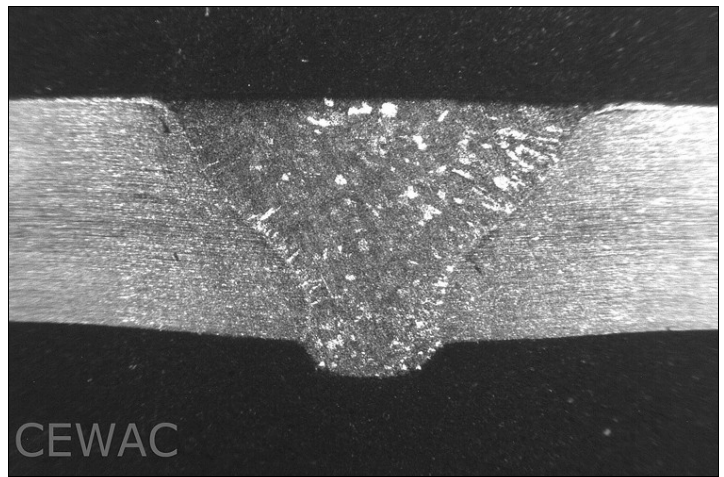

Figure 5: soudure HLW bout-à-bout d'aluminium série 7xxx (3 mm) à 2,3 m/min
- soudage alu série 7xxx - 3 mm en configuration bout-à-bout, soudé à 2,3 m/min (fig. 5);